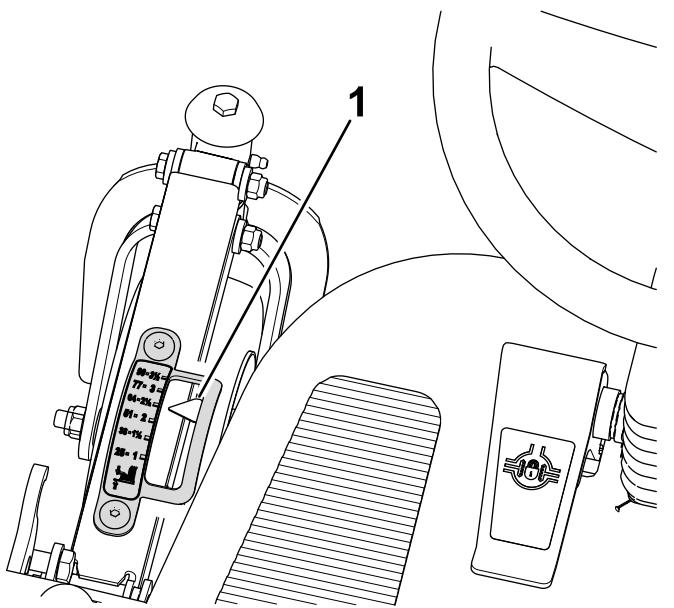
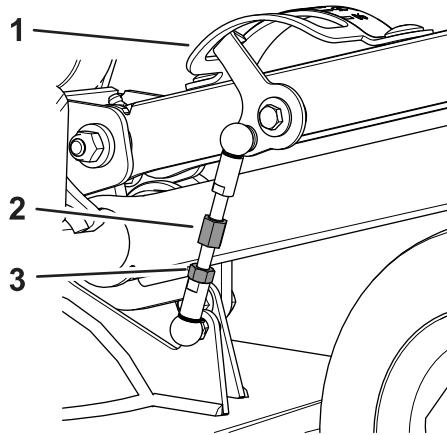

Figura 105
Figura 106
2. Siéntese en el asiento del operador y observe el puntero del indicador de la altura de corte (Figura 105).
- A. Afloje la tuerca autoblocante que fija el enlace de la altura de corte (Figura 106).
B. Gire el enlace hasta que el puntero del indicador de la altura de corte esté alineado con la marca de 64 mm cuando se ve desde el asiento del operador (Figura 105 y Figura 106).
C. Apriete la contratuerca (Figura 106).